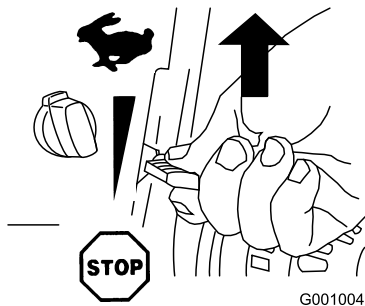

Figure 22
2. Placez la manette d'accélérateur en position haut régime (Figure 22).